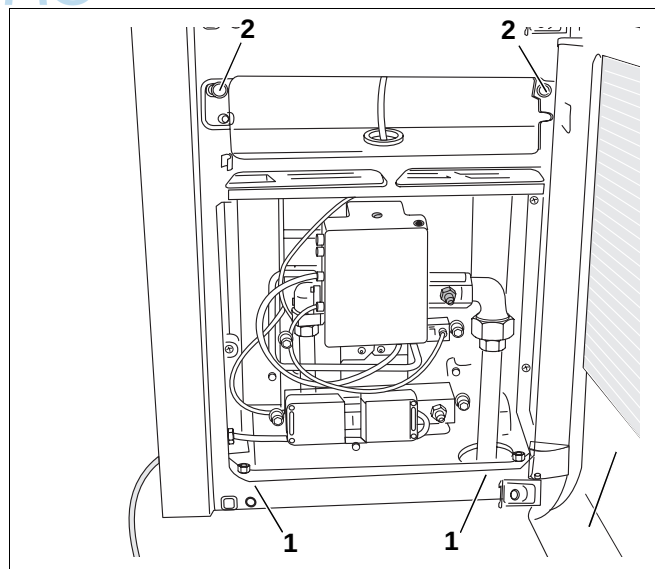

Abb. 28 Befestigen der Frontplatte
- im oberen Bereich an den Haltewinkeln (Abb. 28, **Pos. 2**); vorher die zwei mitgelieferten Klemmen an die Haltewinkel stecken,
- im unteren Bereich an den beiden Haltewinkeln auf der Grundplatte (Abb. 28, **Pos. 1**).